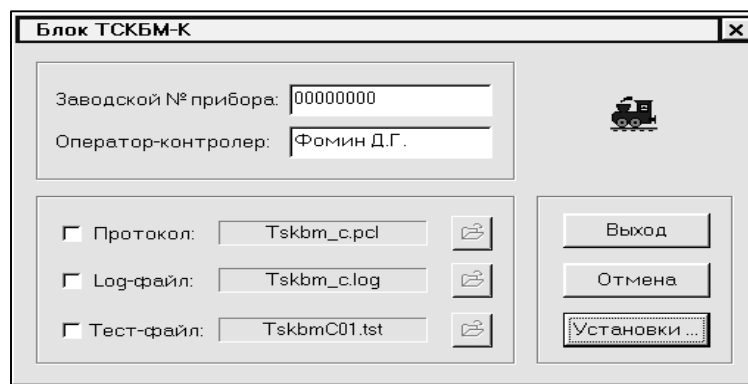

Рисунок 2.35 - Панель Настройки блока ТСКБМ-К
- в) Убедитесь, что в строке Тест-файл панели настройки блока ТСКБМ-К установлен файл TskbmC01, см. рисунок 2.35. Нажмите кнопку **Выход** на панели Настройки блока ТСКБМ-К. Должны вернуться в окно **Испытания**. При этом параметры настроек, указанные на панели Настройки блока ТСКБМ-К, будут подключены к программе проверки блока ТСКБМ-К.
- г1) Поставьте галку в окошко в начале строки Тест-файл панели настройки блока ТСКБМ-К, см. рисунок 2.35. Должна активизироваться кнопка с папкой с правого конца строки Тест-файл панели настройки.